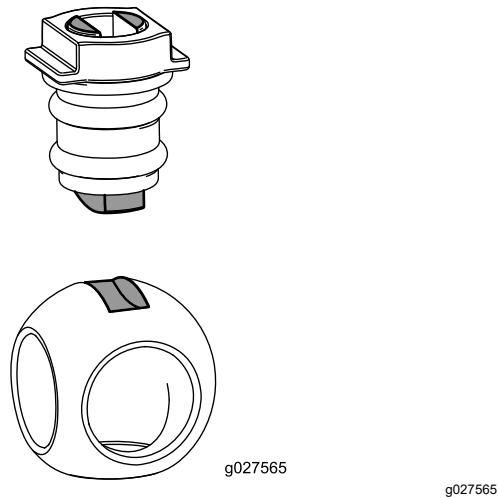

Figura 131
6. Inserte la bola en el cuerpo de la válvula (Figura 131).
Nota: El válvula debe encajar en la ranura de accionamiento de la bola. Si el válvula no encaja, ajuste la posición de la bola (Figura 131).